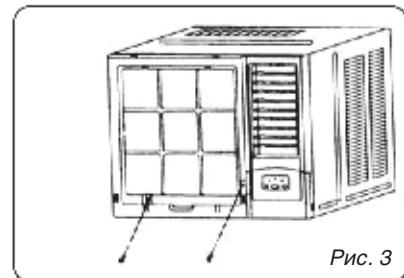

Рис. 3
1. Удалите 2 крепежных винта из каркаса (рисунок 3).
5. Если конденсат удаляется через сборник, подключите дренажный адаптор непосредственно. Если же конденсат разбрызгивается на теплообменник, то подключите дренажный адаптор к отверстию в задней части корпуса (рисунок 3).
4. Прикрепите переднюю панель винтами к кондиционеру (рисунок 3).